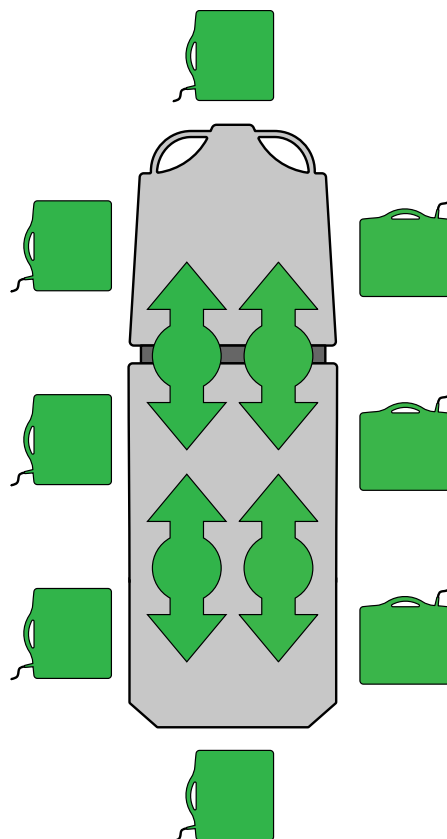

Figura 21 – Inserimento o rimozione delle cassette radiografiche
1. Centrare il paziente sul prodotto con le apposite etichette di posizione poste su tutti i lati del prodotto (Figura 21).